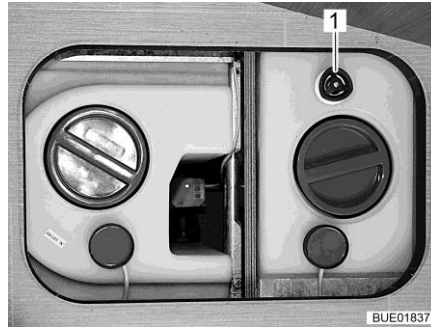

Bild 194 Vattentank med ratt
- Vrid ratten (Bild 194,1) på vattentanken medurs till stoppläget.
- Vrid ratten (Bild 194,1) på vattentanken moturs till motståndet. Vattnet rinner ut till en återstående mängd på 20 l.